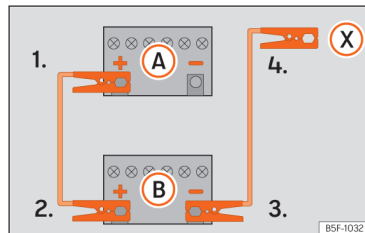

Fig. 193 Schema electrică pentru autovehicule fără sistem Start-Stop.
- La autovehiculele fără sistem Start-Stop: conectați un capăt al cablului de pornire asistată negru la borna negativă (-) a autovehiculului care furnizează curent **B** » **fig. 193.**